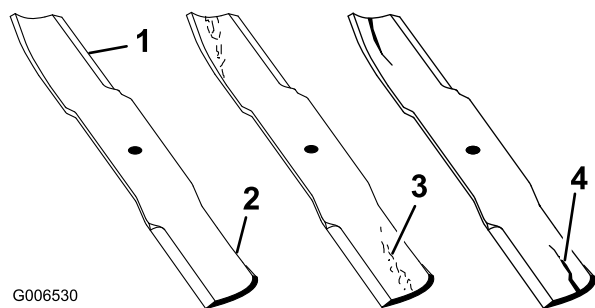

Figura 31
2. Examine cuidadosamente los extremos de corte de la cuchilla, sobre todo en el punto de reunión entre la parte plana y la parte curva de la cuchilla (Figura 31). Puesto que la arena y los materiales abrasivos pueden desgastar el metal que conecta las partes curva y plana de la cuchilla, compruebe la cuchilla antes de utilizar la máquina. Si observa señales de desgaste (Figura 31), cambie la cuchilla; consulte Cómo retirar la cuchilla.
Si se permite que la cuchilla se desgaste, se formará una hendidura entre la vela y la parte plana de la cuchilla (**Figura 31**). Con el tiempo, una parte de la cuchilla podría desprenderse y salir lanzada desde debajo de la carcasa, posiblemente causando lesiones graves a usted o a otra persona.